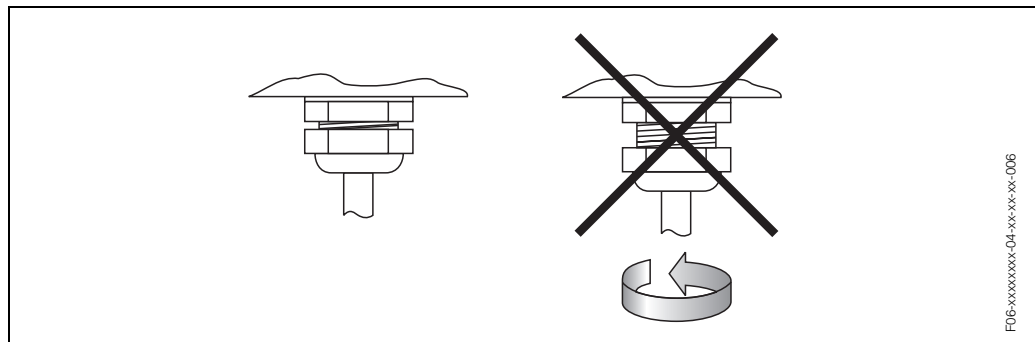

Abb. 22: Montagehinweise für Kabeleinführungen am Messumformergehäuse
- Kabeleinführung fest anziehen (Abb. 22).